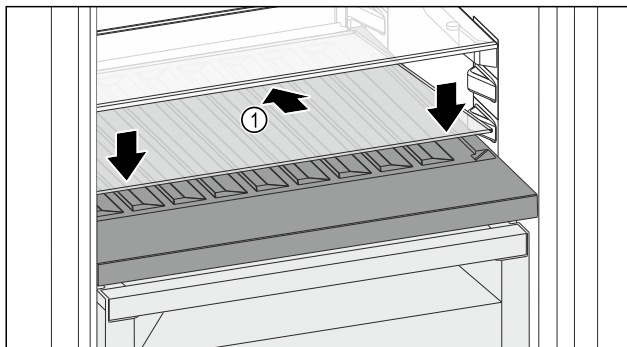

Fig. 82
- ▶ Glasplatte Fig. 82 (1) schräg und nach hinten unten geneigt ansetzen.
- ▶ Glasplatte Fig. 82 (1) vorne absenken.